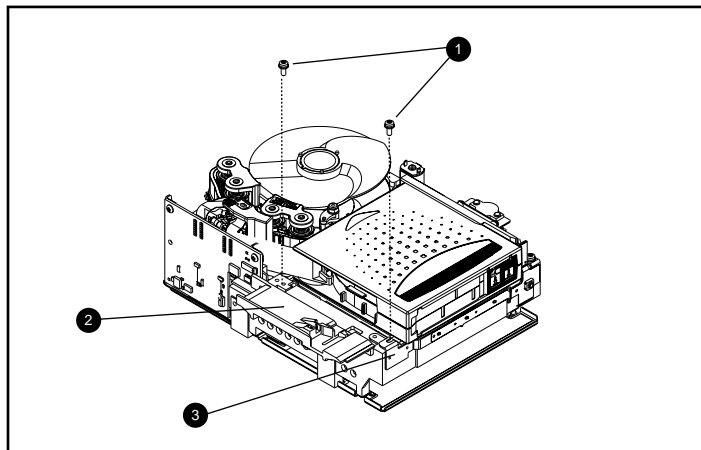

図10: 左カバーを取り外す
1. 2本のトルクス ネジ (T-8) ①を取り外します (図10を参照)。
2. 左ガイド③が持ち上がるように、金属製のシートパネル②をドライブの前方に引っ張ります。
左ガイドには、テープデッキの下へ延びるフレキシブル基板が付いています。カートリッジをドライブ内に残したまま、左ガイド③を平らに置いてください (図10を参照)。